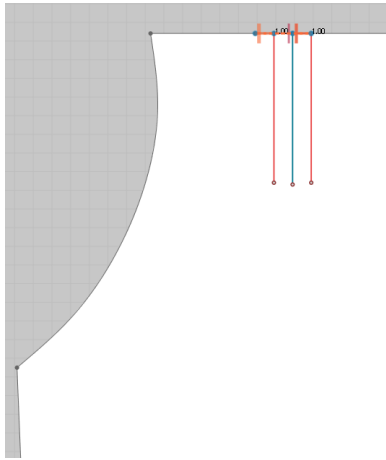

图 4-2-38 褶的缝合设置
① 鼠标单击系统界面右下角“3D/2D”，同时显示 3D 和 2D 视窗，根据需要随时调整 2D 视窗与 3D 视窗大小关系，方便随时查看缝合状态。
② 选择 2D 视窗工具栏中“ (线缝纫)”工具，对每个褶进行缝合设置，先从褶的中点向左右两侧缝合；再根据褶的倒向以同样的方法在褶的端点向左右等长缝合，如图 4-2-38 所示。